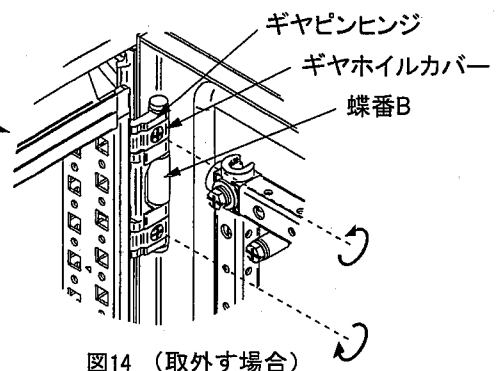

図14 (取外す場合)
- (2) 扉の開角度を90度以上開いた状態で、ギヤピンヒンジのねじ部を図14の矢印の方向にドライバーで回し、蝶番Bのはめ合いを外す。
- (3) 扉の開角度を約90度に保持したまま扉をギヤピンヒンジから外す。(図14)